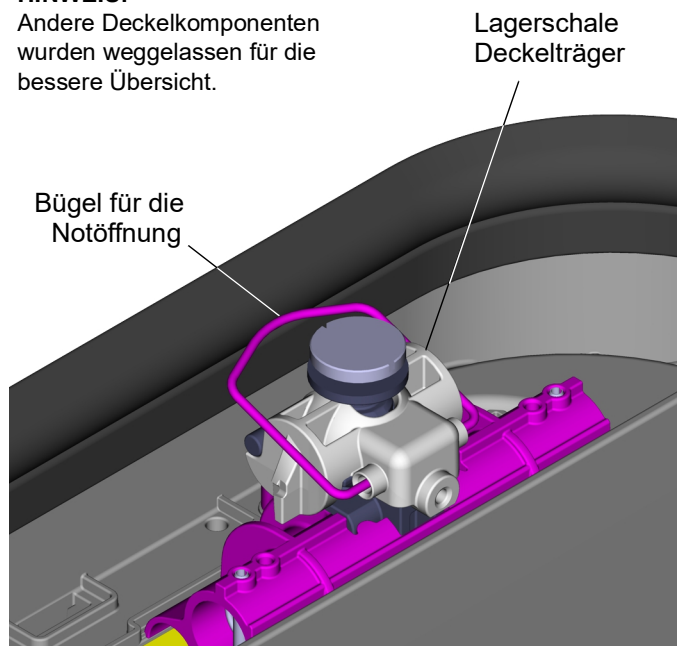

Abb. 806 Halteklammer in Position
Sicherstellen, dass die Bügel für die Notöffnung (27) richtig sitzen. Ihre vorderen Enden müssen beidseitig bis zum Anschlag in den Schalen sitzen (siehe Abb. 806).
7. Fangband (12) mit Mutter (10) am Deckel befestigen.